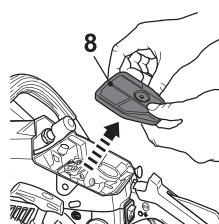

Fig. 55
2. Sortez le filtre à air (8) (Fig.55) et séparez les deux moitiés.
4. Remettez en place le couvercle du filtre (7) et serrez la vis (6).